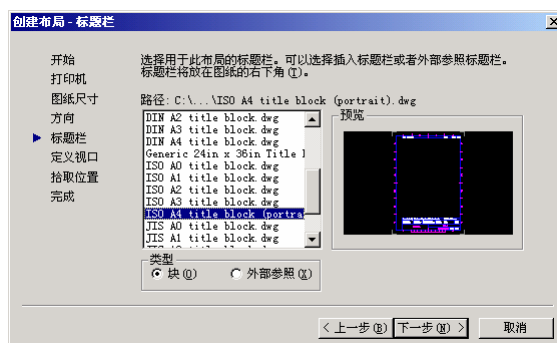

图 7-6 选择标题栏
(5) 单击“下一步”按钮，对话框中显示如图 7-6 所示内容。